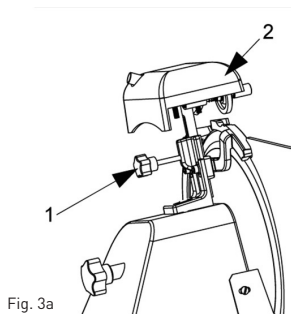
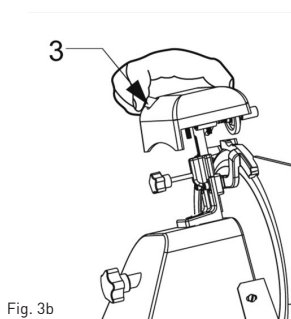
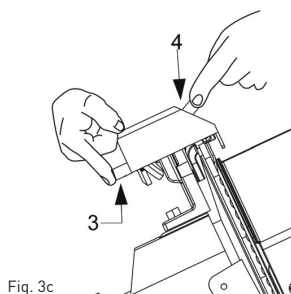

Fig. 3a
Fig. 3b
Fig. 3c
- Dévissez le bouton de réglage (pos.1, Fig. 3a), soulever l'affûteuse à la position (pos.2, Fig. 3a) dans laquelle elle sera bloquée et tournez de 180°.
- Mettre la trancheuse en marche, en positionnant le bouton dans la position „I” (ON);
- Appuyez le bouton (pos.3, Fig. 3b), laissez la lame frotter contre l'affûteuse pendant environ 30/40 secondes jusqu'à ce que sur le bord de la lame vous allez créer une bavure ;
- Appuyez simultanément deux boutons (pos. 3 et 4, Fig. 3c) pendant 3-4 secondes , ensuite relâchez-les dans le même temps. Fig. 3b